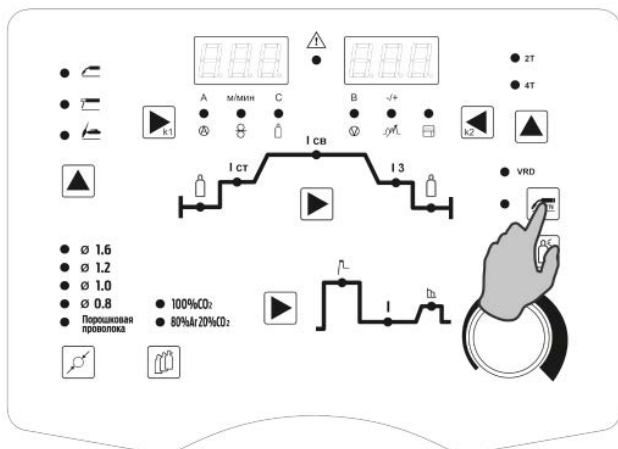

Рис. 8.4.2. Выбор режима MIG SYN.
2. Выберите режим MIG SYN (См. рис. 8.4.2) кнопкой включения синергетического режима (См. табл. 7.0.1, поз. 9).